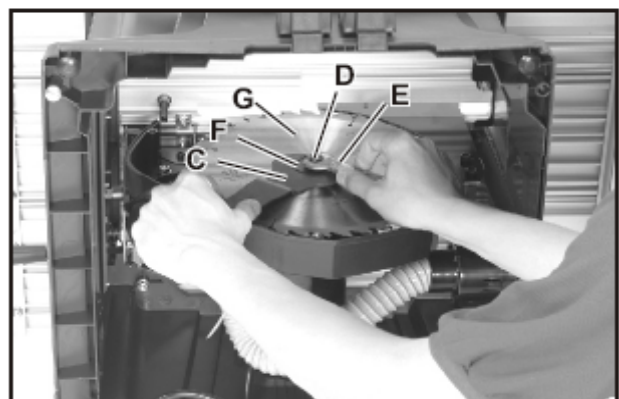

Fig 20.
3. Heben Sie das Sägeblatt auf maximale Höhe an, nehmen Sie den Maulschlüssel (C), Abb. 20, legen Sie das Maul des Schlüssels auf die Maulweite des inneren Blattflanschs damit sich die Sägeachse nicht drehen kann, und entfernen Sie die Achsenmutter (D) mit einem Schlüssel (E). Drehen Sie die Mutter (D) entgegen dem Uhrzeigersinn, um diese zu entfernen. Entfernen Sie den äußeren Blattflansch (F) und das Sägeblatt (G).
4. Setzen Sie das neue Sägeblatt ein, wobei die Sägezähne zur Vorderseite des Sägebretts und nach unten weisen müssen, und bringen Sie den äußeren Blattflansch (F), Abb. 20 und die Achsenmutter (D) an. Ziehen Sie die Mutter durch Drehung der Mutter im Uhrzeigersinn mit einem Schlüssel (D) fest an, wobei die Achse mit einem anderen Schlüssel (C) festgehalten wird.